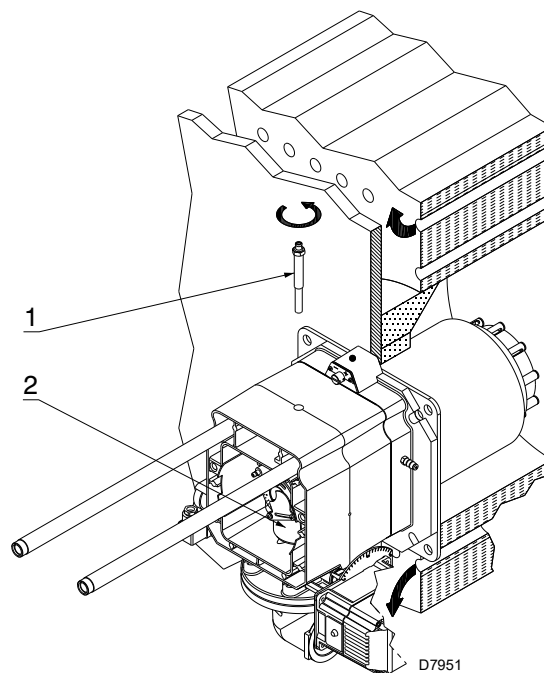

Fig. 15
- scoateți șurubul 1)(Fig. 15)
- Scoateți partea internă 2)(Fig. 15) a capului și calbrați-o.
În acest moment al instalației, capul de ardere este fixat pe centrală ca în Fig. 15. Prin urmare, este deosebit de ușor de reglat, care depinde doar de puterea maximă a arzătorului.